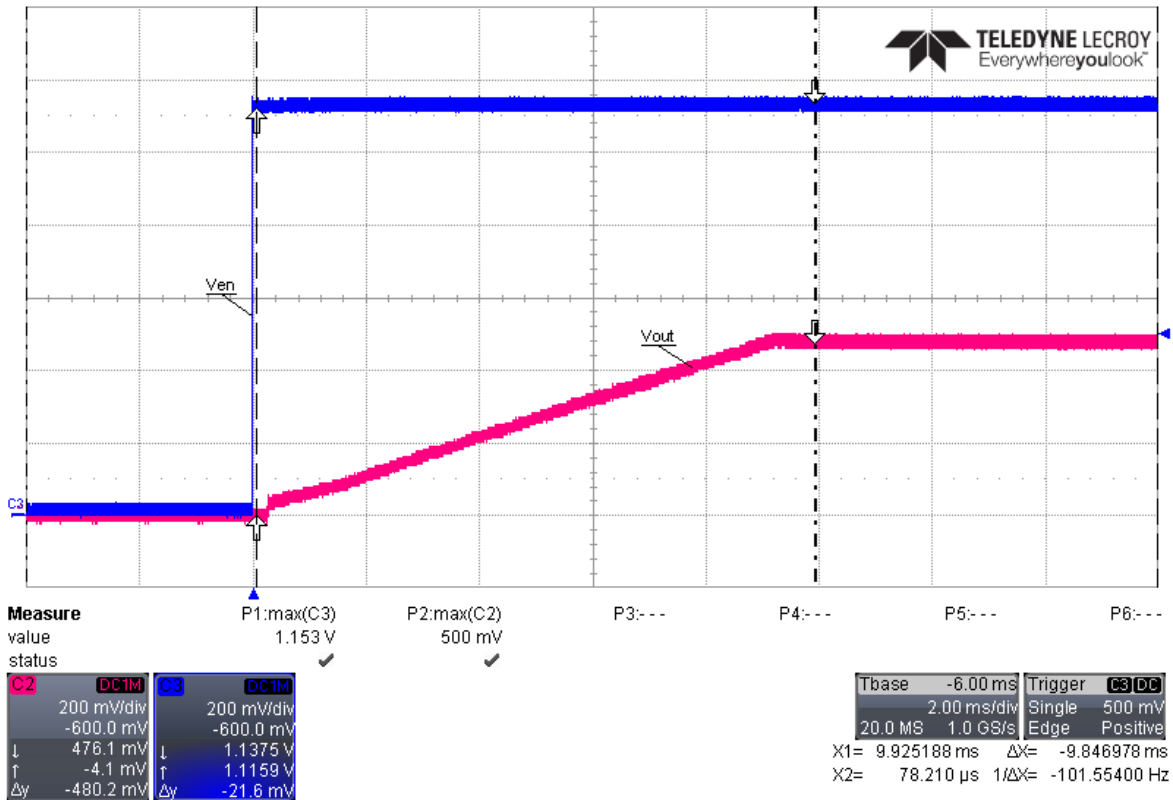

图 2-1. TPS7A57EVM-056 导通
或者，通过将外部函数发生器连接到 TP2 (EN) 和附近的 GND，用户可以在施加 VIN 后启用或禁用 TPS7A57 LDO。图 2-1 展示了 TPS7A57EVM-056 在导通期间的结果。蓝色迹线是使能电压，粉色迹线是输出电压。